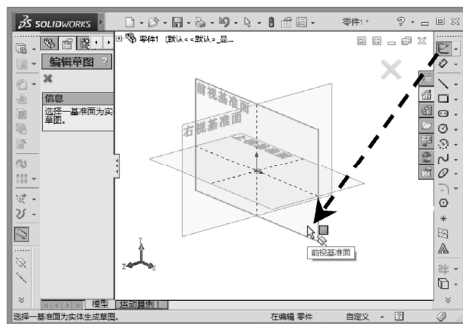

图 2-5 进入草绘环境
STEP 2 单击“草图绘制”按钮 , 选择一基准面(这里选择“前视基准面”)进入草图绘制模式, 如图 2-5 所示。